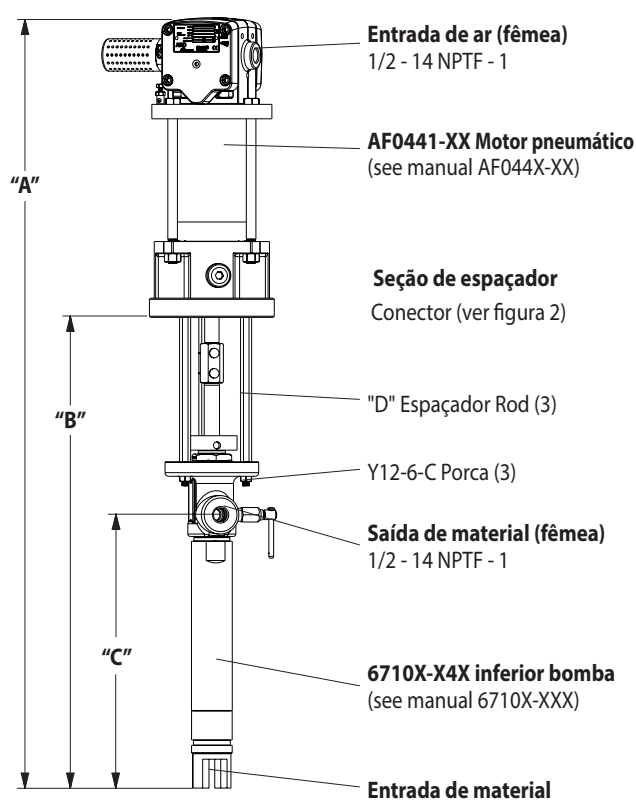

Figura 1
- Remova as três porcas (Y85-29-C) das três hastes espaçadoras (ver Figura 1).